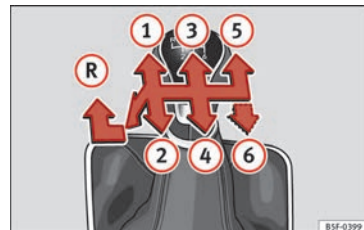

Bild 42 Växelschema för en 5- eller 6-växlad manuell växellåda
» **bild 42.**
- När växelspaken är i neutralläge, tryck den uppåt, flytta den till höger så långt det går och sedan framåt för att välja back » **bild 42**